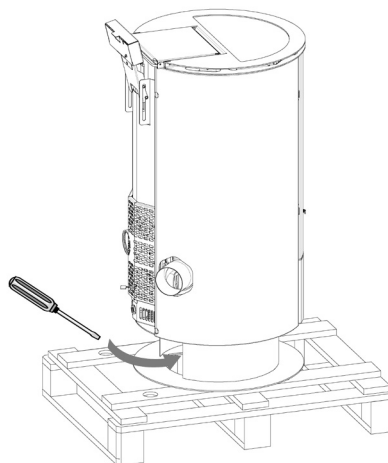

Fig. 2 - Remoção dos parafusos (modelo Flute)
- Para o modelo **FLUTE**: remover os parafusos, que bloqueiam a estufa à paleta, situados dentro do pedestal (ver **Fig. 2**).